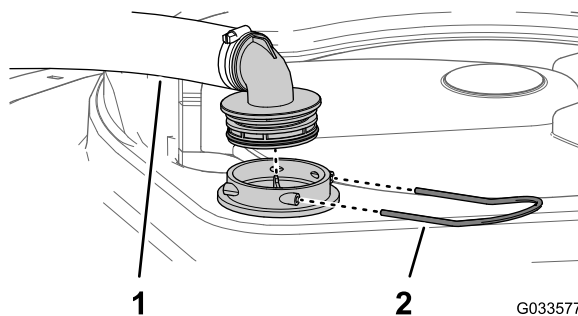

図 104
2. タンク上部で、フィルタハウジングからの太いホースについているフィッティングを固定しているリテーナを外す 図 104。
3. フィルタハウジングからホースとフィッティングを取り外す 図 104。